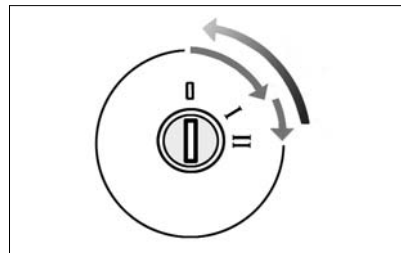

Рис. 37. Выключатель зажигания
**0** (рис. 37) – **выключено.** Положение фиксированное. Ключ вынимается.